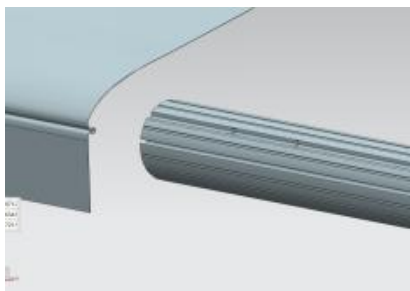
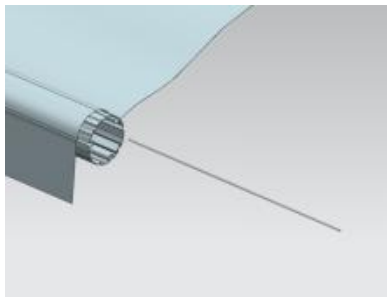

Figura C12 Figura C13
Figura C14 Figura C15
3.5 Aprire il tessuto, inserire il tessuto nella fessura del tubo di avvolgimento, quindi inserire l'estremità anteriore del tessuto in un'altra fessura sul tubo di avvolgimento e quindi fissare la vite B Per evitare che il tessuto si muova, inserire quindi la striscia di tessuto nell'apposita fessura. Infine, inserire la cinghia ad anello nella striscia. (Figura C12, Figura C13, Figura C14, Figura C15)